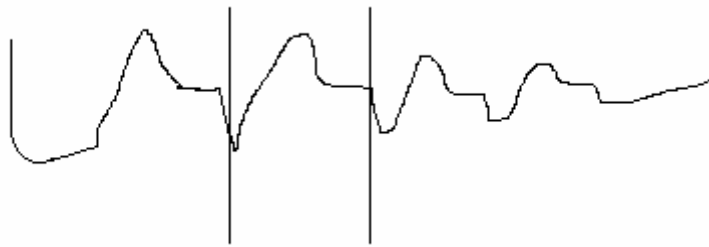

图 7-3 电缆类型：交联聚乙烯 故障距离：210 米
2、图 7-3 与 7-1 波形基本上是一类型故障波形，采取的方法也是冲 L 法。